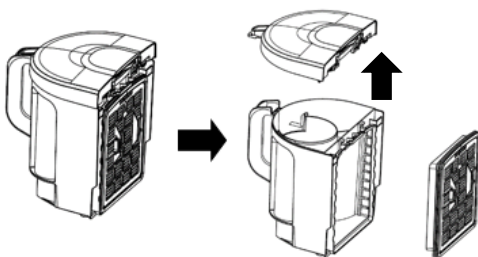
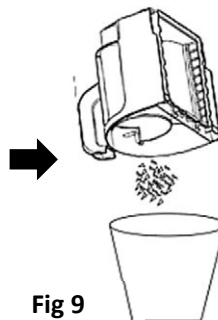

Fig 8
Fig 9
3. Setzen Sie den Staubbehälter wie in **Abb.8** auf den Abfalleimer: Drücken Sie den Entriegelungsknopf, um die Staubkammer zu öffnen und den Staub in den Mülleimer zu werfen (**Abb. 9**).